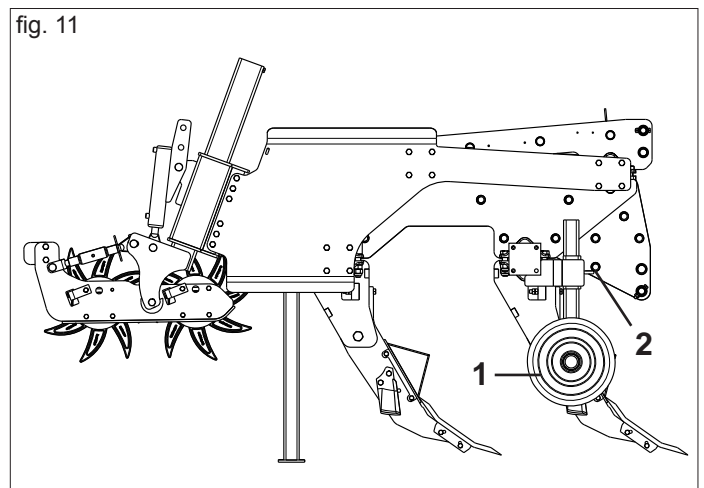

fig. 11
3.5.4 RUEDA DE PROFUNDIDAD (OPCIONALES) (Fig. 11)